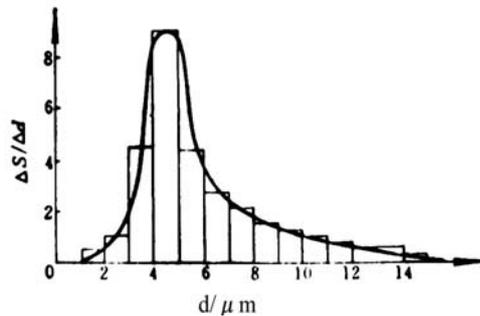

图4 微分分布图
②微分分布曲线。以粒子直径为横坐标, 分布函数 $ds / dd$ 为纵坐标作图为微分分布曲线。 $d_1 d_2$ 间曲线下之面积与曲线下总面积之比表示直径在 $d_1$ 到 $d_2$ 之间的粒子所占的相对含量。曲线峰值所处之 $d$ 值是样品中含量最多的粒子直径值(图4)。